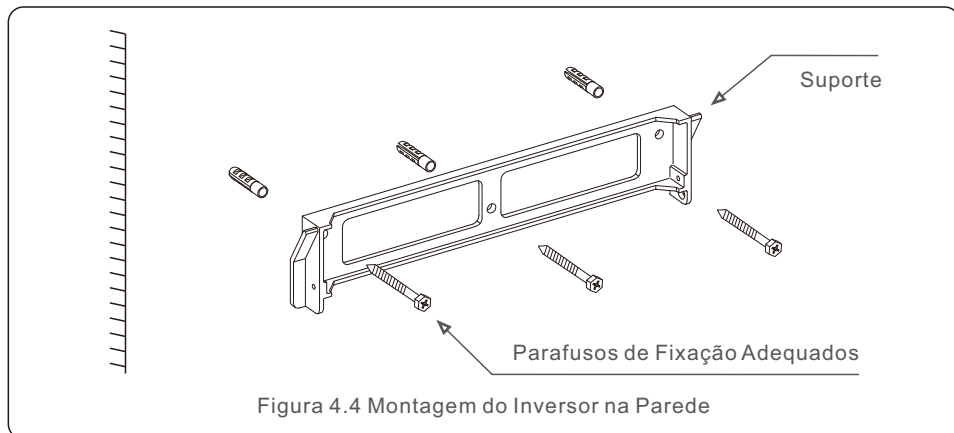
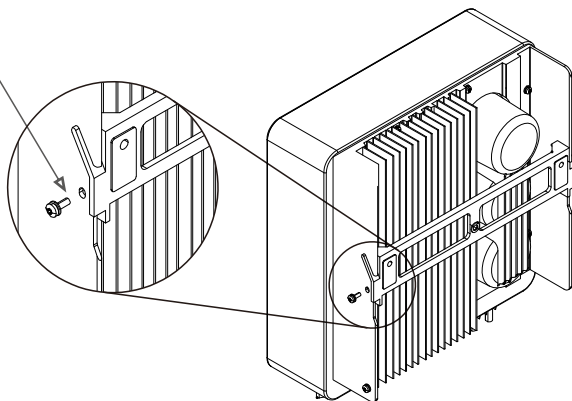

Figura 4.4 Montagem do Inversor na Parede
Figura 4.5 Suporte para Montagem em Parede
Consulte a Figura 4.4 e a Figura 4.5 para obter instruções sobre a montagem do inversor. O inversor deve ser montado verticalmente. As etapas para montar o inversor estão listadas abaixo.
2. Certifique-se de que o suporte esteja na horizontal e que os orifícios de montagem (na Figura 4.4) estejam marcados corretamente. Faça os furos na parede em suas marcas.
4. Levante o inversor (tome cuidado para evitar tensão no corpo) e alinhe o suporte traseiro no gabinete do inversor com a seção convexa do suporte de montagem. Pendure o inversor no suporte de montagem e certifique-se de que o inversor esteja seguro (consulte a Figura 4.5).